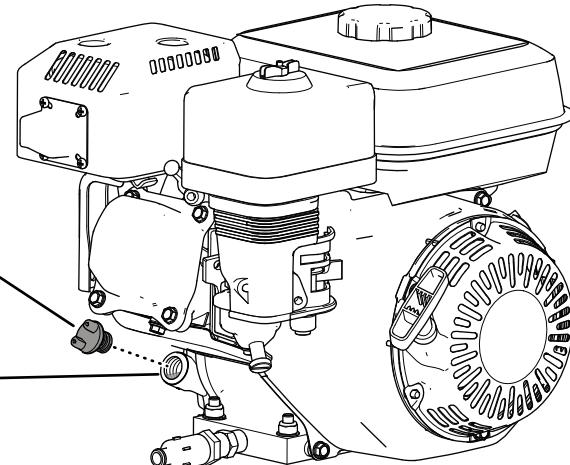

Figure 27
- Nettoyez la surface autour du bouchon de remplissage d'huile (Figure 27).